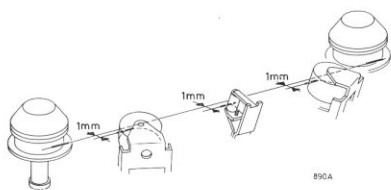

Fig. 15
- De eindstop 531 moeten zo worden ingesteld, dat de afstand tussen de onderzijde van de drukrollen en een hand die strak om de bandrollen gespannen is ca. 1 mm bedraagt bij afgewalven magneten (zie fig. 15).